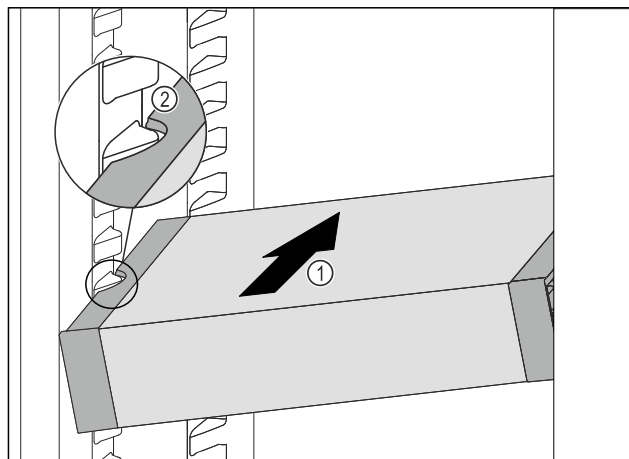

Fig. 135
- ▶ Insérer le VarioSafe en biais dans la partie réfrigérateur Fig. 135 (1) jusqu'à ce que les encoches latérales Fig. 135 (2) du VarioSafe se trouvent à la hauteur de la nervure du bac dans la partie réfrigérateur.